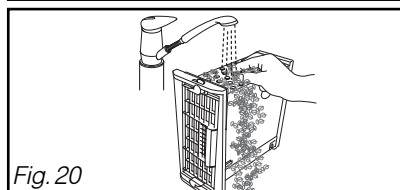

Fig. 20
- Límpielo únicamente con agua en el grifo (Fig. 20).